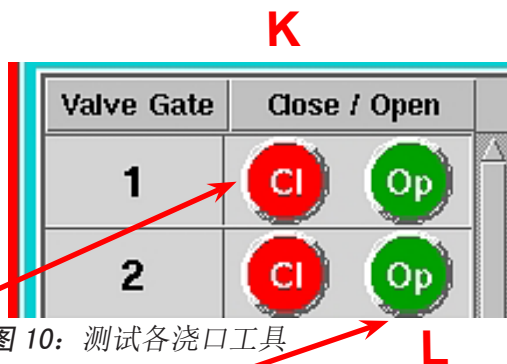

图 10: 测试各浇口工具
- K. 一次关闭一个阀门。也可在阀门浇口工具上通过单击特定浇口的“设置”按钮测试各个浇口。参见图 10。
- L. 一次打开一个阀门。也可在阀门浇口工具上通过单击特定浇口的“设置”按钮测试各个浇口。参见图 10。